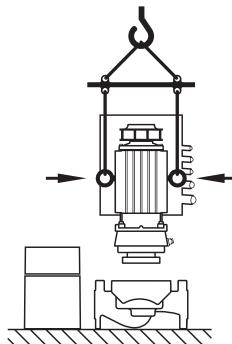

Fig. 24: Transport du kit embrochable
- Si les œillets de transport sont (ont été) montés non pas sur la bride mais sur le carter de moteur, ils ne peuvent être utilisés que pour soutenir ou transporter le kit embrochable (fig. 24) mais pas pour transporter l'ensemble de la pompe et pas non plus pour séparer le kit embrochable du corps de pompe (être attentif lors du démontage préalable et du remontage consécutif de l'écarteur).